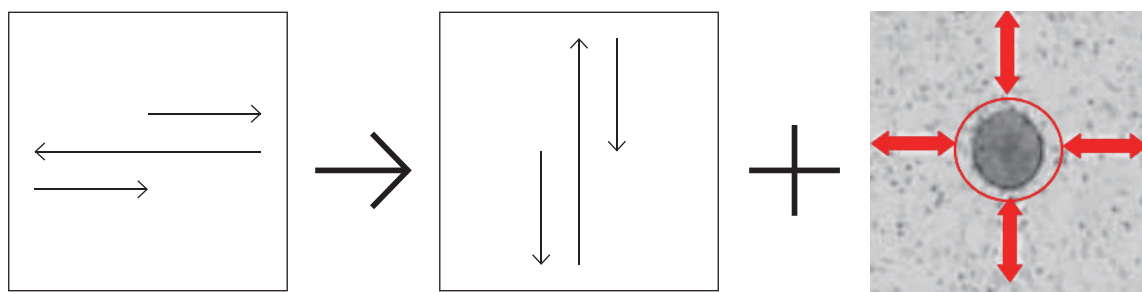

图 2. 贴壁细胞挑取模块的刮擦步骤，概述了（A）水平刮擦，（B）垂直刮擦和（C）细胞抽吸，以温和转移目的细胞。
在具有贴壁单细胞的某些情况下，玻璃毛细管也可以进行间接的刮擦动作，即将挑取工具的高度设置得无法触及细胞或微孔板底部。然后，毛细管以类似于贴壁细胞挑取工具的方式移动（图 2），同时不断施加负压，以抽吸细胞。
- 同时或随后进行抽吸，使目标贴壁细胞松动并被转移(图 2)